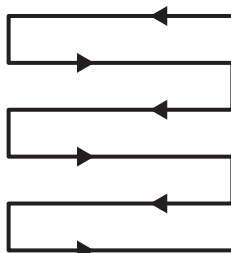

Fig. 18
5. Tondre en suivant des rangées qui se chevauchent légèrement. Le modèle le plus efficace pour tondre les pelouses est la ligne droite parallèle à l'une des bordures. Cela permet de tondre la pelouse en rangées régulières et garantit qu'aucun endroit de la pelouse n'a été oublié (Fig. 18).